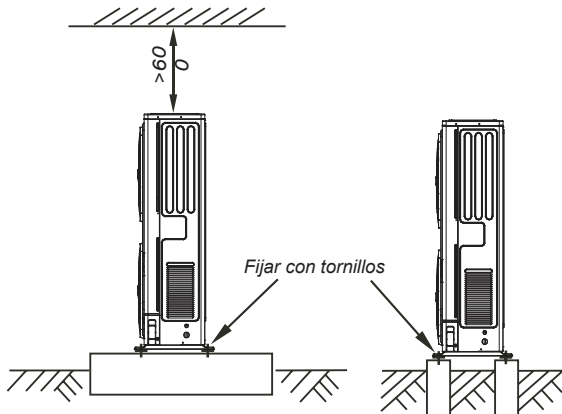

Fig.3-5
- Haga una base de hormigón de acuerdo con las especificaciones de la unidad exterior (Consulte Fig.3-5).
- Fije firmemente los pies de la unidad con pernos para evitar que se suelte en caso de terremoto o de fuerte viento. (Consulte Fig.3-5)